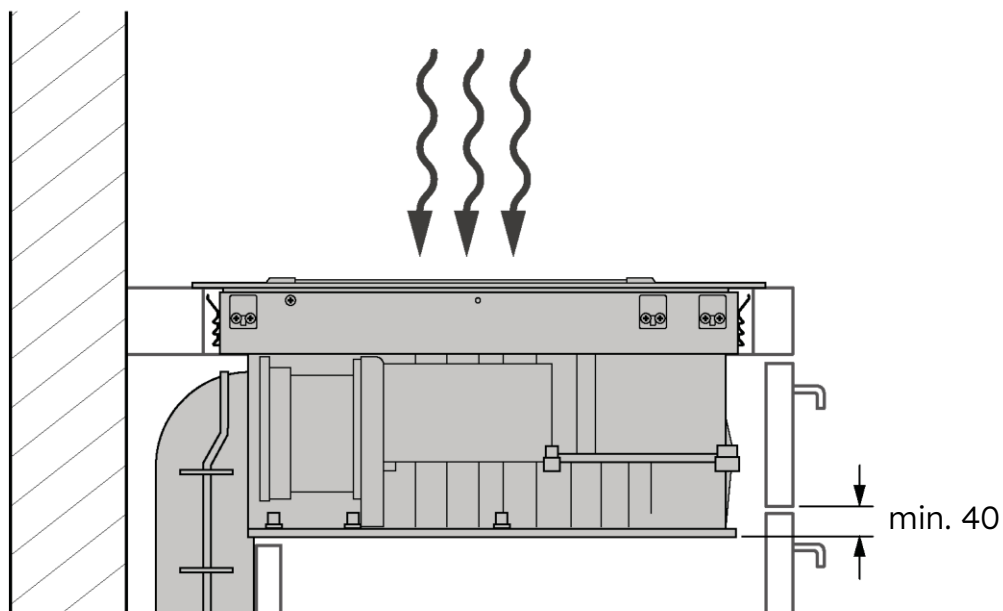

bilde 3
- Ikke fest koketoppen med silikon eller annet lim! Denne typen feste vil skade produktet hvis det må fjernes (**bilde 3**).